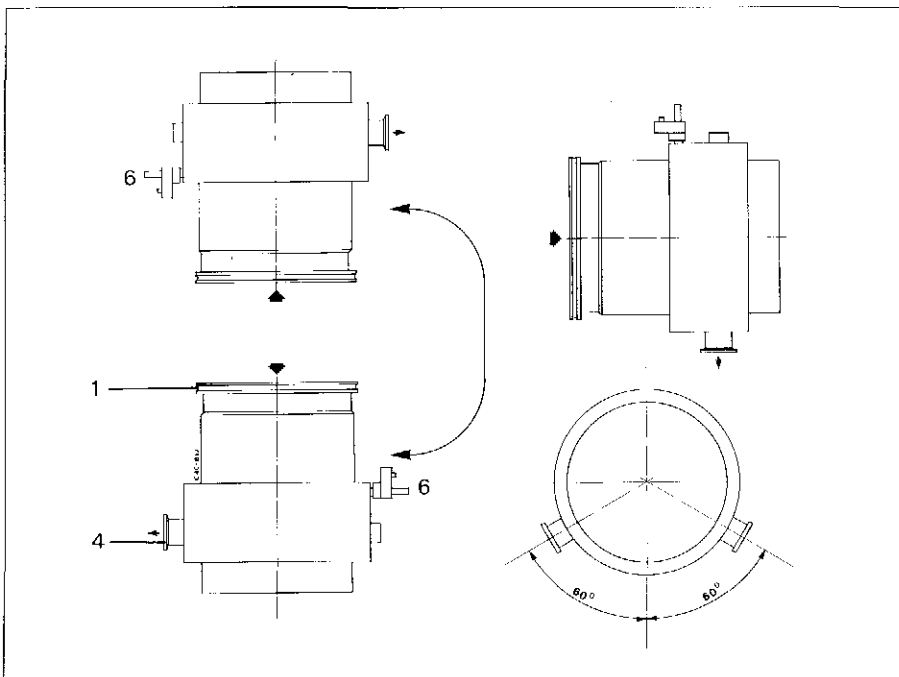

Fig. 7
- Die Pumpe kann lageunabhängig eingebaut werden. Der Vorvakuumflansch muß nach unten zeigen. Eine Änderung dieser Einbaulage durch Drehung der Pumpe um  $\pm 60^\circ$  um die Rotorachse ist zulässig (Fig. 7).
- The pump can be installed in any attitude; the fore vacuum flange downside. The attitude can be changed by rotating the pump  $\pm 60^\circ$  to the rotor axis (Fig. 7).
- La pompe peut être montée indifféremment dans n'importe quelle position. La bride vide primaire doit être vers le bas. Une modification de la position de montage est possible par une rotation de la pompe de  $60^\circ$  de l'axe du rotor (Fig.7).